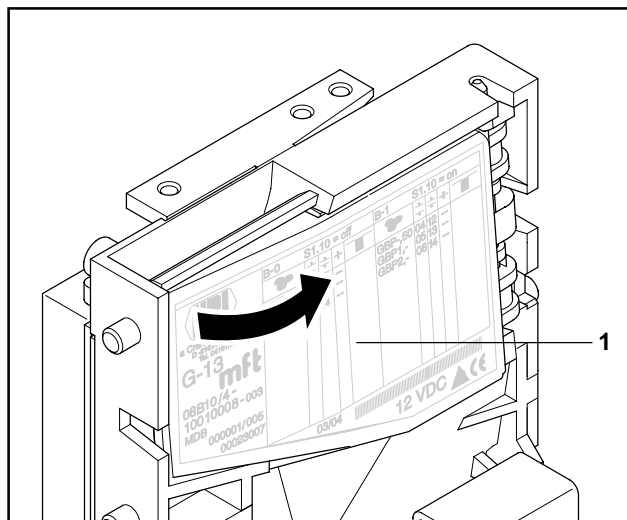

Abb. 6: Laufbahnträger des Münzprüfers aufklappen
- 2 Laufbahnträger 1 auf der linken Seite vorsichtig aufklappen und offen halten (Abb. 6).